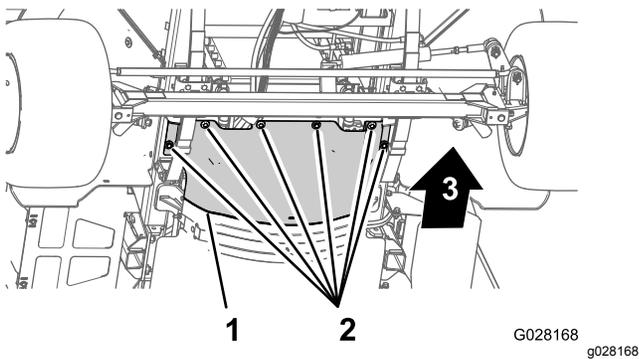

Figura 41
4. Retire los 6 pernos de cabeza hexagonal y las 6 arandelas que sujetan el protector térmico delantero al chasis, y retire el protector (Figura 41).